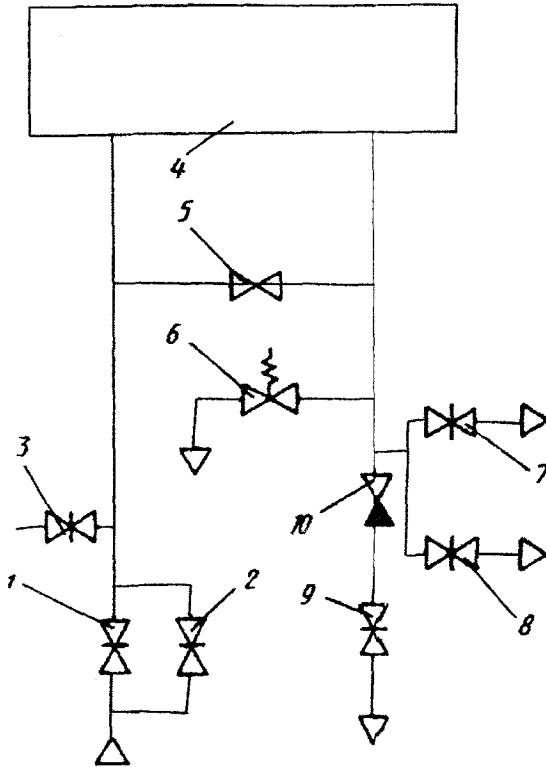

Рис. 19. Пусковая схема поршневого компрессора:
В машинном зале наряду с инструкцией по обслуживанию должна быть вывешена схема расположения запорной и предохранительной арматуры на трубопроводах всасывания и нагнетания (рис. 19).
При проведении подготовительных работ к пуску необходимо закрыть задвижки и вентили 1, 2, 3, 5, 9 (см. рис. 19) и при сжатии опасных газов открыть вентили 7, 8, 13. В случае обкатки компрессора на холостом ходу удалить всасывающие и нагнетательные клапаны и поставить крышки камер с зазором, достаточным для прохода воздуха. Перед пуском после монтажа, ремонта и ревизии необходимо проверить полноту и правильность оформления технической документации.
2) при работе под нагрузкой задвижки и вентили 2, 3, 5, 7 или 8 (см. рис. 19) должны быть закрыты, а 1 и 9 - открыты;
1) открыть вентиль 8 сброса в атмосферу (см. рис. 19);